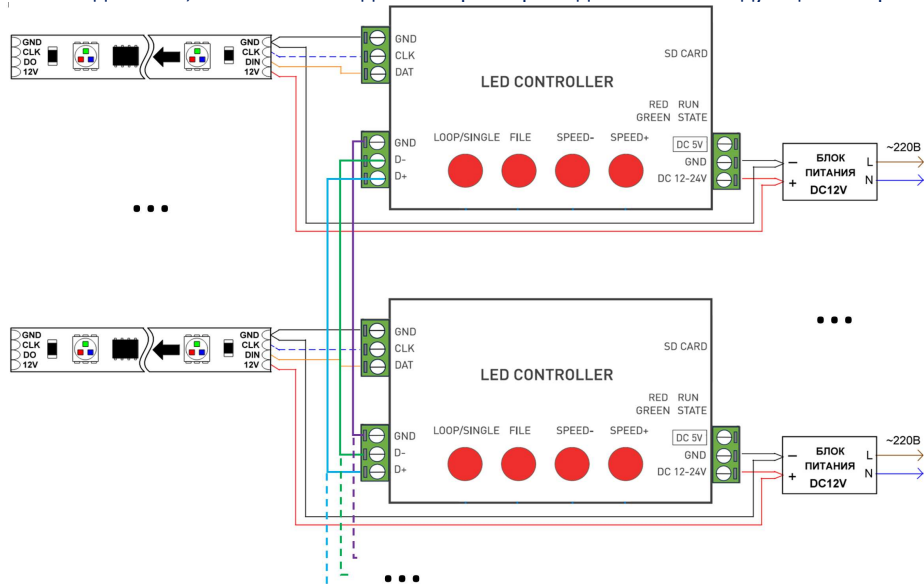

Рисунок 4. Синхронизация с несколькими контроллерами
- К выходам "D+", "D-" и "GND" каждого контроллера подключите последующие контроллеры (рис. 4).